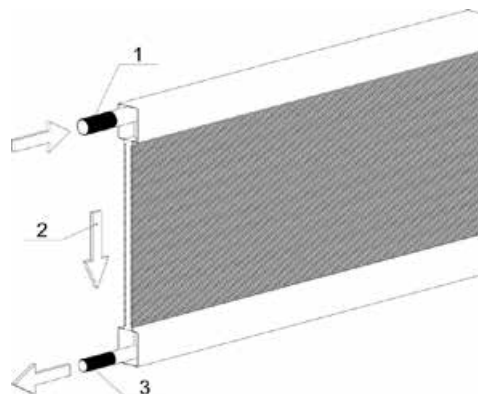

Abbildung 4.3.5.1 Dampf-Wärmetauscher
2. Den Wärmeübertrager mit Wasserampf an das obere Rohr und den Rücklauf an das untere Rohr anschließen (siehe *Abbildung 4.3.5.1*).